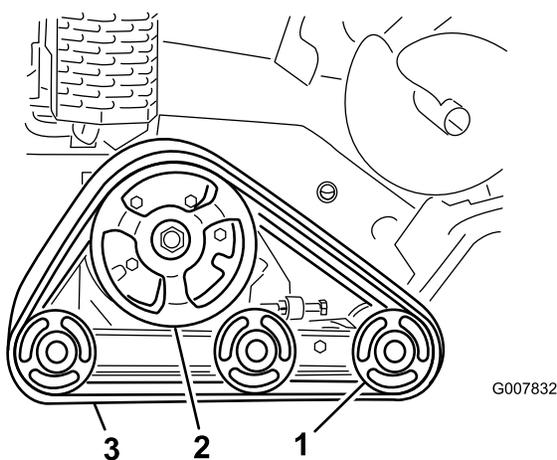

Рисунок 46
**Внимание:** Убедитесь в том, что вы полностью очистили опорные катки и ведущую звездочку (Рисунок 46).